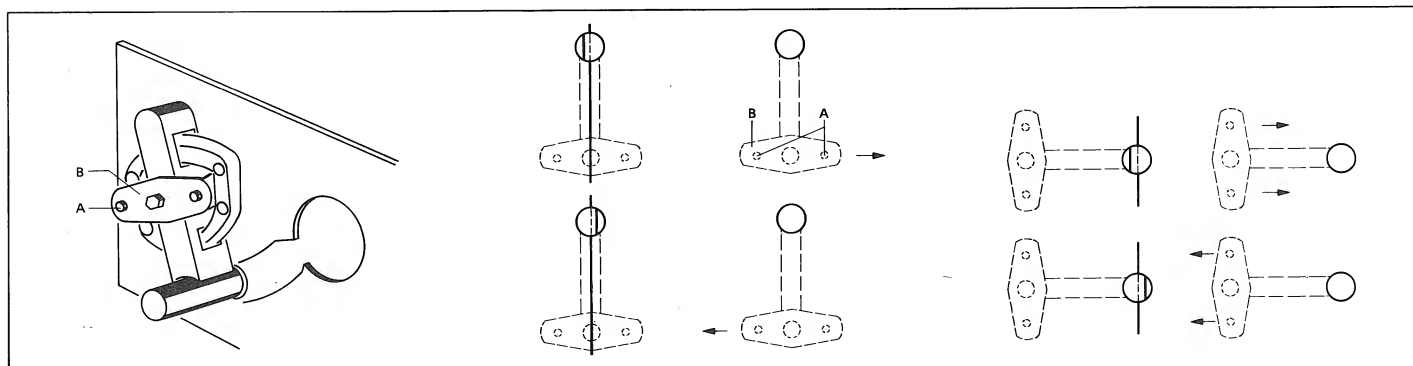

Fig. 4.13
-&gt; Fig. 4.13
- 2 Schrauben [A] lösen bis sich die Lagerplatte [B] verschieben lässt. (Fig. 4.13)
- Die Lage der Lagerplatte gemäss Fig. 4.13 korrigieren.